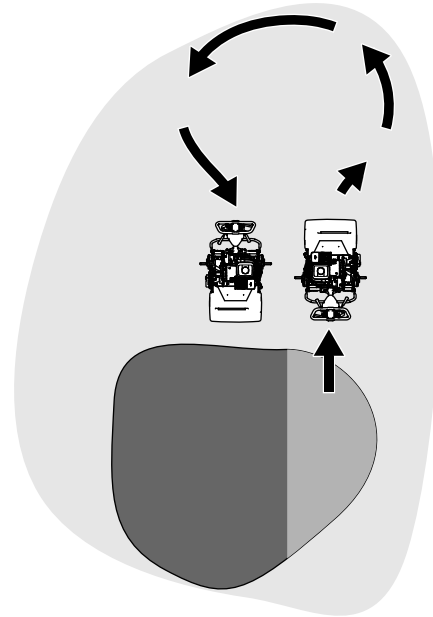

Bild 28
- Heben Sie die Mähspindel an (drücken Sie den Hebel nach unten) und wenden Sie auf der Antriebstrommel, wenn Sie die Maschine vom Grün fahren (Bild 28).
1. Den Antriebskupplungshebel am Getriebe (Bild 28) lokalisieren.